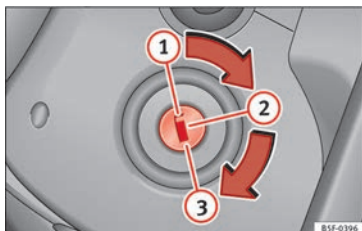

Fig. 145 Positions de la clé du véhicule.
- Amenez la clé de contact en position  **» fig. 145.**
- Retirez la clé de contact d'allumage sur la position  **» fig. 145 » .**